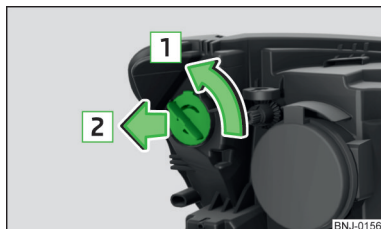

Fig. 209
- Drej soklen inklusive i pilens retning **1** » Fig. 209.